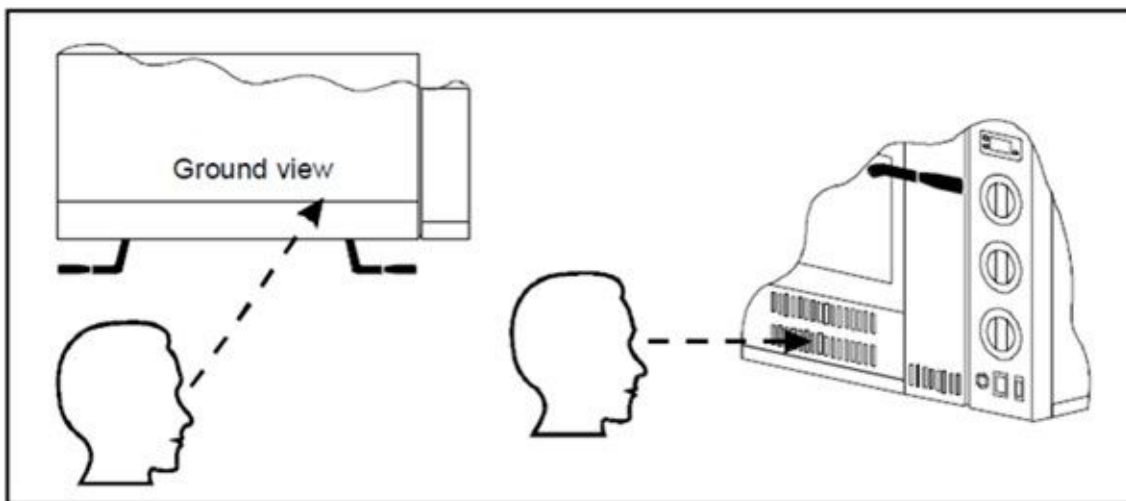

ABB.15
- 5) Drehen Sie den Knopf des Hauptgaszufuhrventils (Abb. 14-Bez. 4) in die Position Halten Sie den Knopf gedrückt und drücken Sie gleichzeitig mehrmals die piezoelektrische Zündung der Zündflamme (Abb. 14-Bez. 5) . Sobald die Kontrollflamme aufleuchtet, lassen Sie den Knopf los. die Pilotflamme muss erleuchtet bleiben, andernfalls wiederholen Sie den Vorgang. Die Kontrollleuchte kann durch die Öffnungen auf der rechten Seite der Frontplatte (Abb. 3-Bez. 2) gesteuert werden, indem man nach innen schaut und dabei eine Neigung von etwa 45° nach rechts beobachtet (ABB. 15);